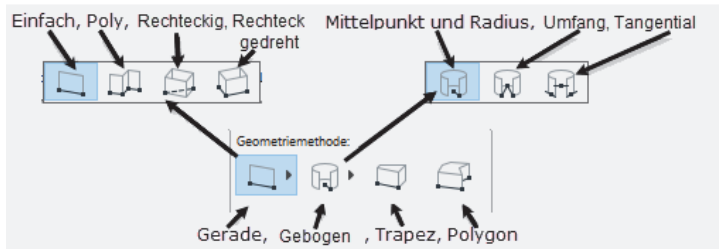

Abb. 1.22: WAND-Geometriemethoden
Nun folgen vier wichtige Buttons ⑧ mit den *Geometriemethoden* (Abbildung 1.22) zur Wanderstellung: